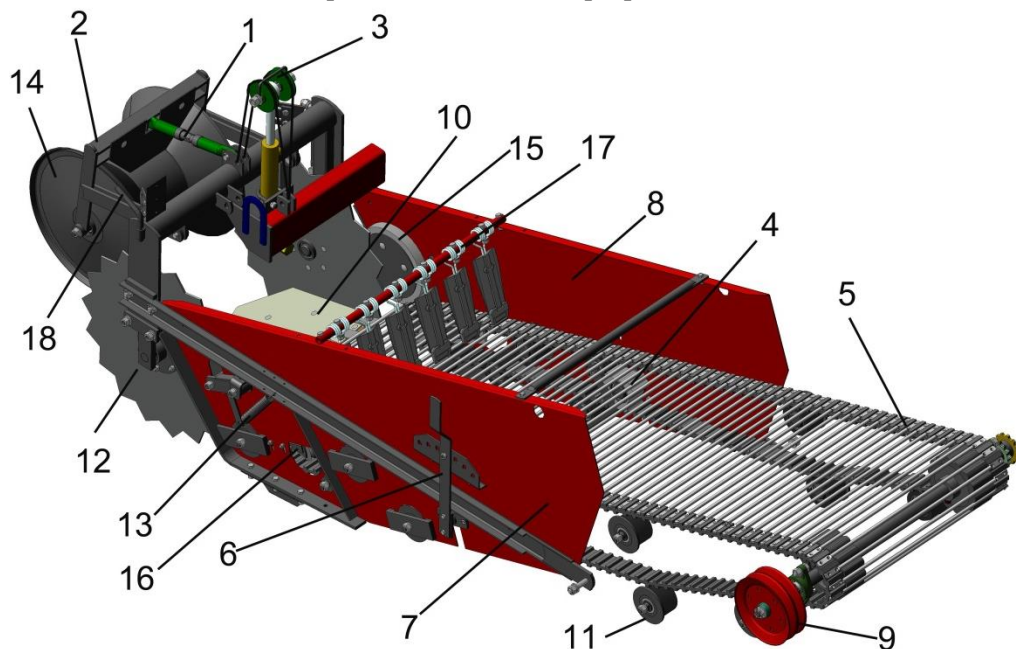

Рисунок 3 – Приёмная часть
3.2 В состав приёмной части (рисунок 3) входят: балка с опорными катками и подрезающими дисками 2, боковины 7 и 8, два ботвозатягивающих колеса 15, лемеха 16, подрезающие диски 12, разравниватель пласта 17.
5.3.4 Произвести регулировку глубины подкапывания лемехами с помощью винта 1 (рис.3).